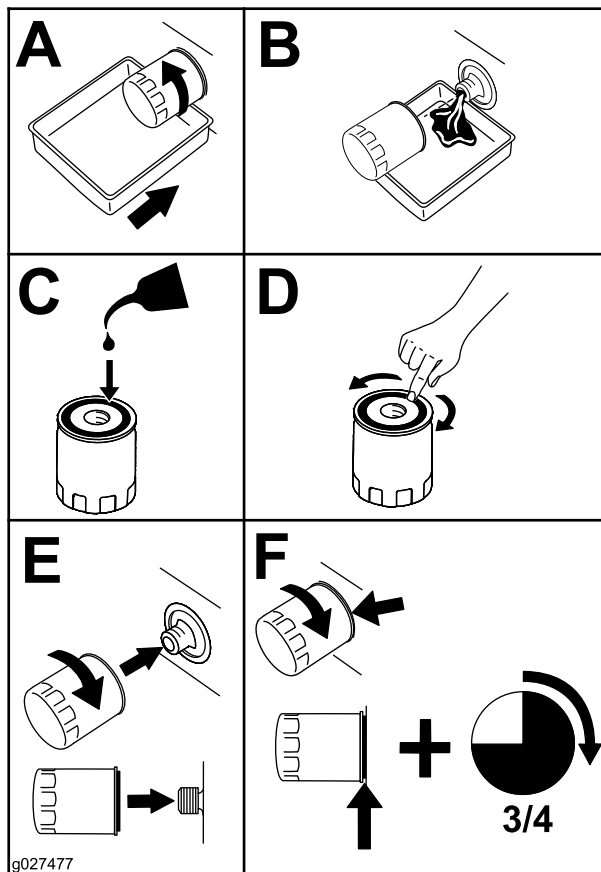

Figura 42
2. Cambie el filtro de aceite del motor (Figura 42).